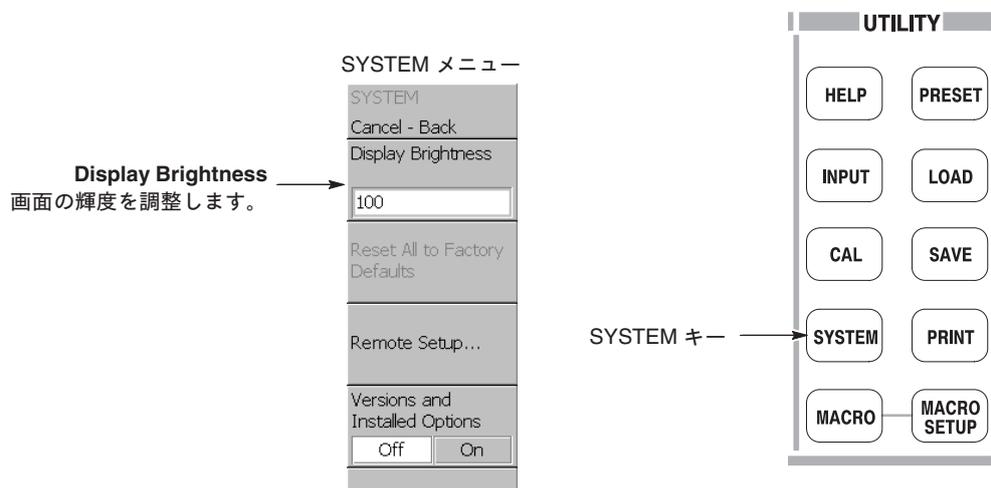

図 1-21 : システム・メニュー
1. 前面パネルの **SYSTEM** キーを押します (図 1-21)。